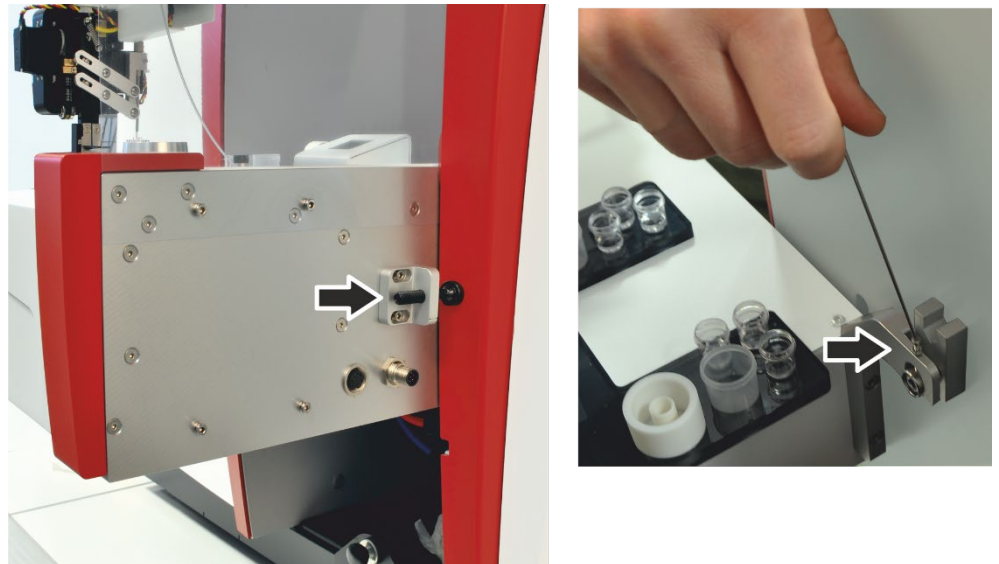

Imagen 15 Ajuste mecánico por medio del tornillo de tope y del tornillo de ajuste
2. De no ser así, alinear el cargador de muestras horizontalmente por medio de los 2 tornillos (flecha en Imagen 15) que se indican a continuación :